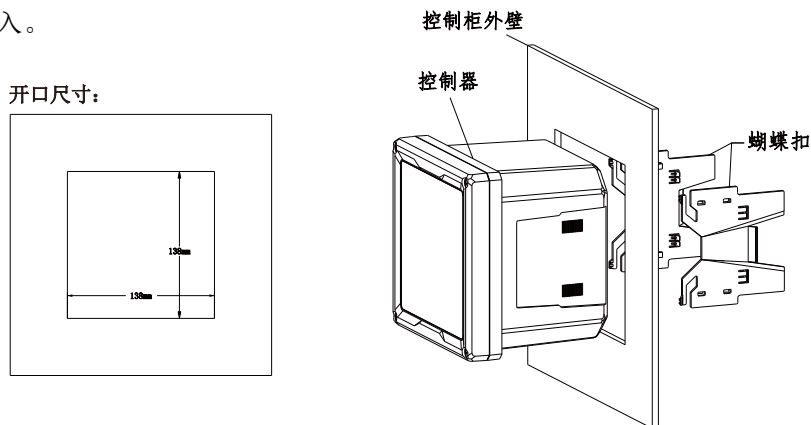

图 2 盘式开口尺寸及安装方式
(1) 在面板上开口（开口尺寸 138mm*138mm），确认面板开孔周围清洁，光滑无毛刺。
(2) 将控制器置入面板开孔。确认面板和控制器之间紧密接触。
(3) 将两个蝴蝶扣安装支架放在控制器两侧，如图 2 所示。
(4) 将控制器紧紧固定到开孔内时，可将两个安装支架朝面板后侧推入。